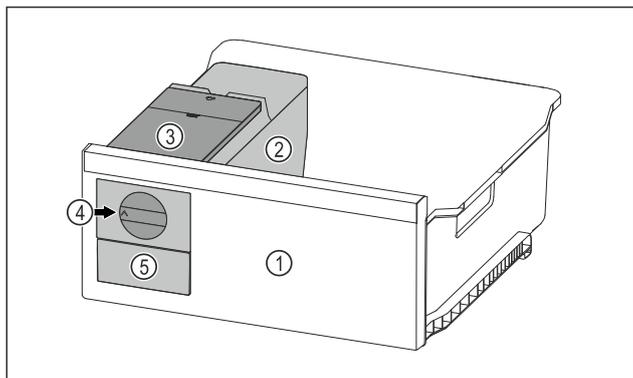

Fig. 68 Representación a modo de ejemplo
- ▶ Girar el botón giratorio Fig. 68 (4) en el sentido de las agujas del reloj hasta el tope.
▷ Los cubitos de hielo caen de la cubitera al compartimento de cubitos de hielo Fig. 68 (5).